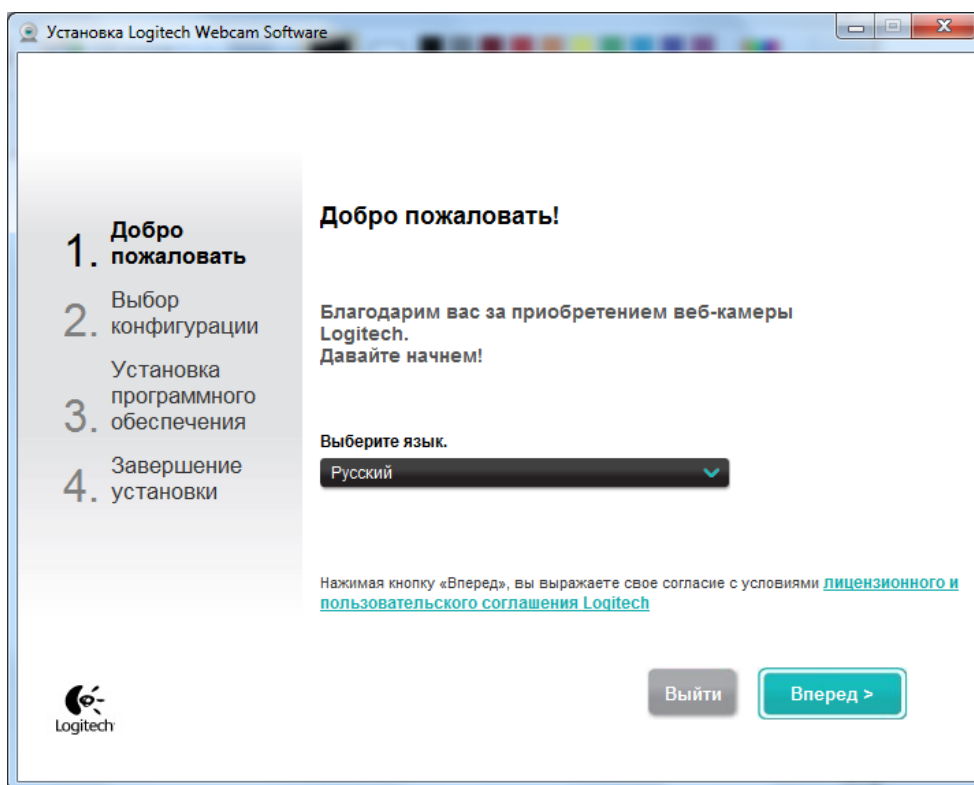

Рисунок 15.1
2. Дождаться появления окна (Рисунок 15.1). После прочтения лицензионного соглашения продолжить установку, нажав «Вперед»